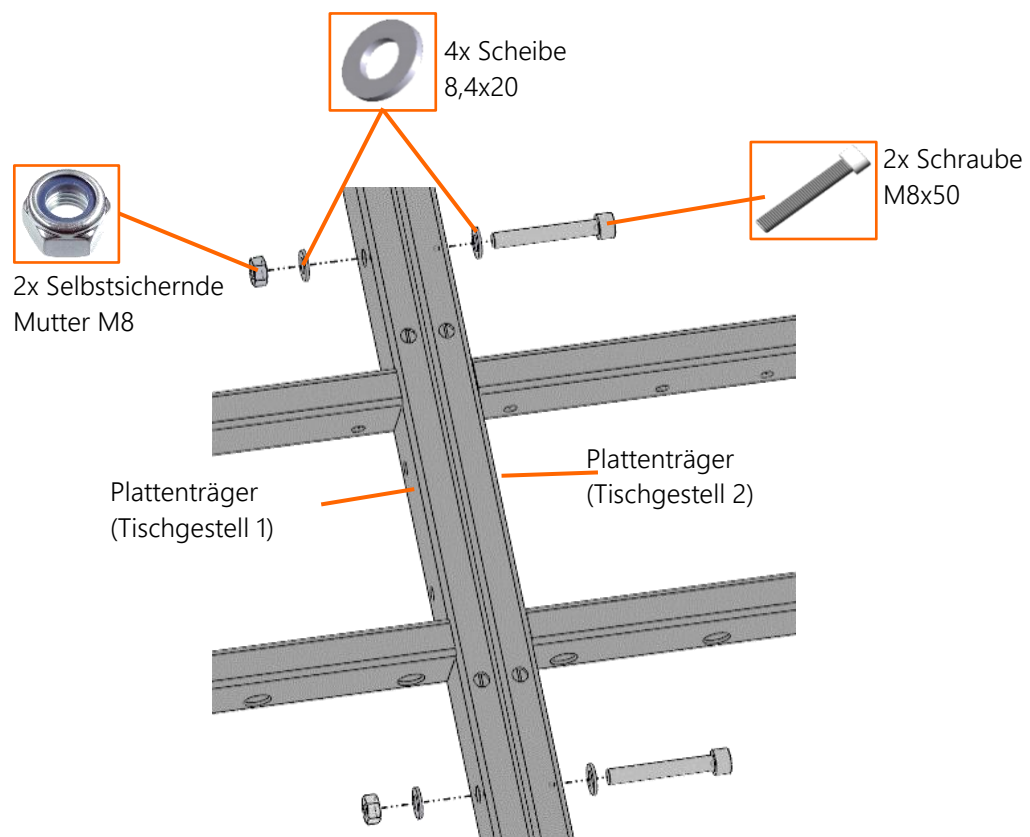

Abbildung 18 Verbindungsset HD 2-Bein System
- Die drei Quertraversen S und die eine Quertraverse E werden wie in der Abbildung 18 beschrieben mit den Hülsen (24 Stück) und den Schrauben M6x25 (24 Stück) an den Hubelementen befestigt.